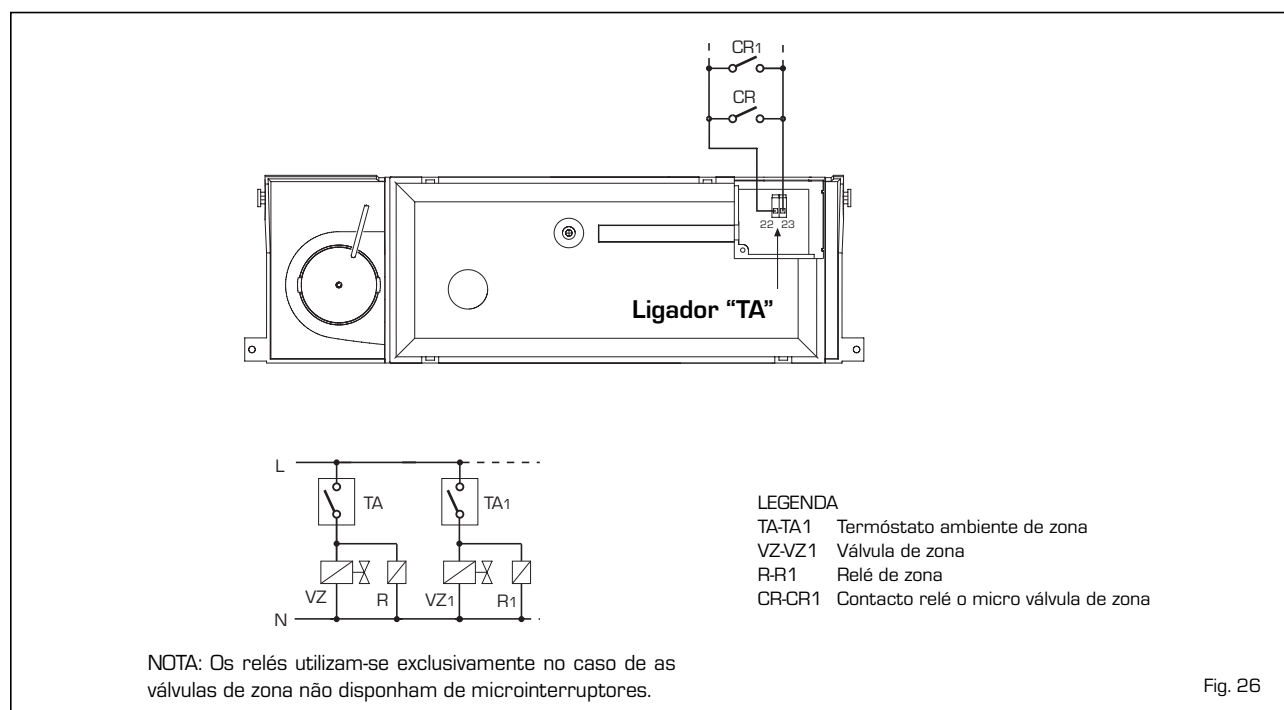

Fig. 26
Utilize uma linha eléctrica independente, na qual deverá ligar os termóstatos ambiente com as respectivas válvulas de zona. A ligação dos microinterruptores ou dos contactos do relé deve ser efectuada nos bornes 22-23 (TA) da placa electrónica, depois de ter retirado a ponte existente (fig. 26).